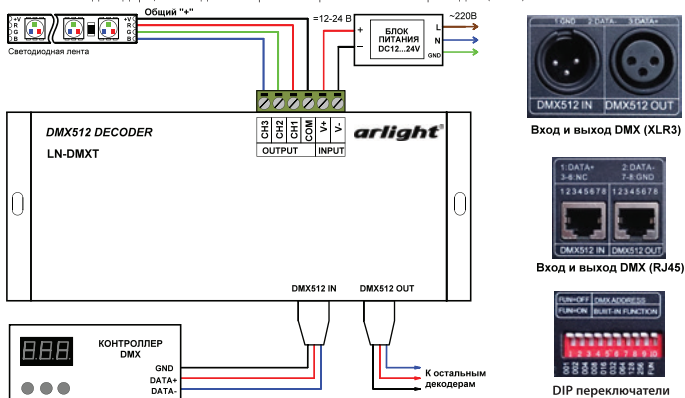

Рис.1. Схема подключения декодера, органы подключения и управления.
- Подключите светодиодную ленту или другой совместимый светодиодный источник света к выходу **OUTPUT** декодера, соблюдая полярность и расположение проводов (Рис.1).